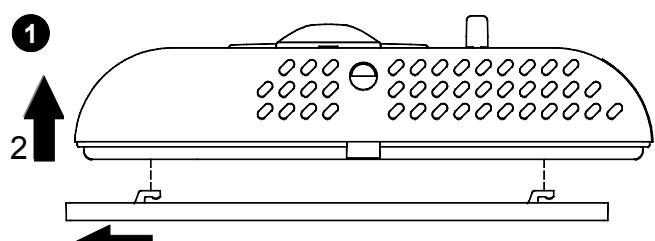

Fig. 2 - Abb. 2
- ❶ Décrocher la plaque fixée sur la base du thermostat en la poussant vers la gauche et en décrochant ainsi les ergots indiqués sur la Fig. 2.
- ❶ Sganciare la piastra attaccata alla base del termostato spingendola verso sinistra e facendo così sganciare i dentini indicati in Fig. 2.